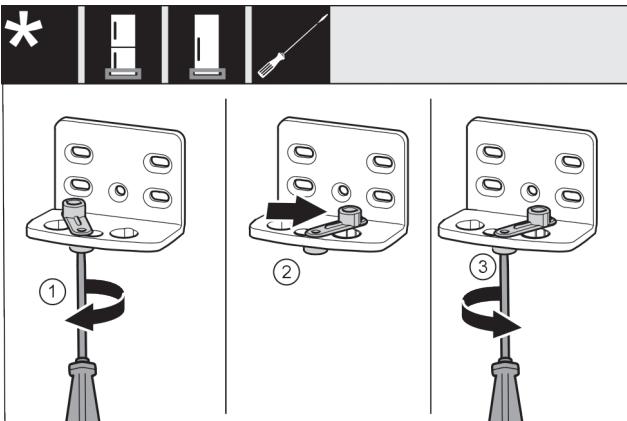

Fig. 19
- Visser sans serrer la vis Fig. 19 (1) avec un tournevis.
- Soulever l'aide à la fermeture de la porte Fig. 19 (2) et la tourner à 90° vers la droite dans l'alésage.
- Serrer la vis Fig. 19 (3) avec un tournevis.